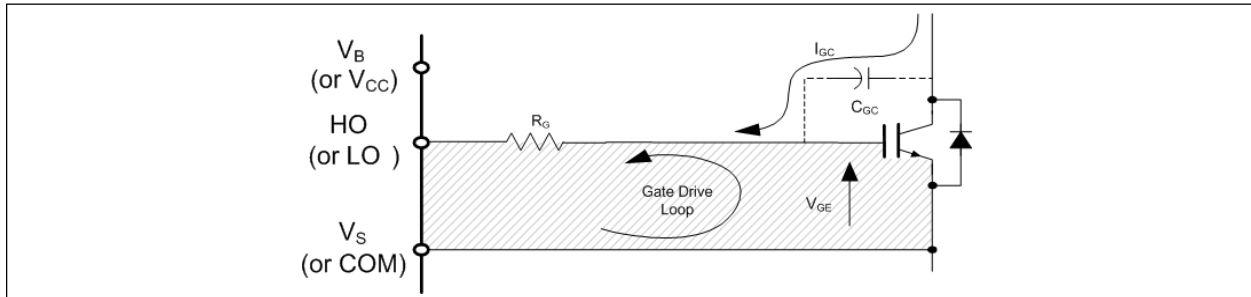

图 16 避免天线环路
**栅极驱动环路：** 电流回路就像天线一样，能够接收和发射电磁噪声（见图 16）。为了减少电磁耦合并提高电源开关的开/关性能，必须尽可能减少栅极驱动环路。此外，电流可通过 MOSFET 集电极到栅极的寄生电容注入栅极驱动环路内部。栅极回路的寄生自感有助于在栅极发射极上产生电压，从而增加自导通效应的可能性。